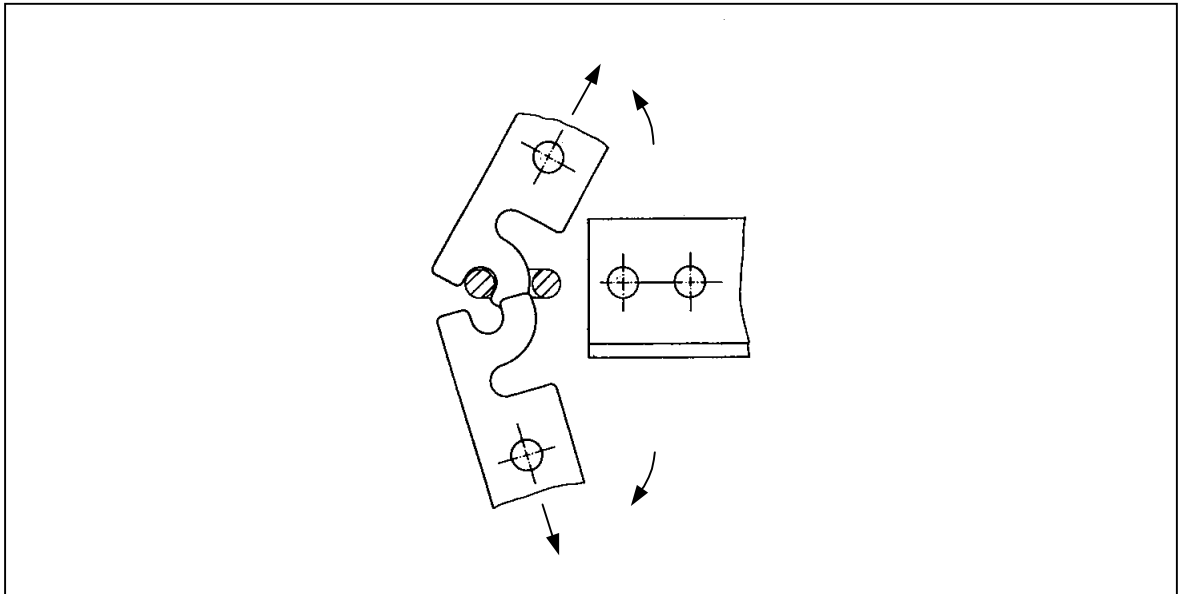

Bild 4
3. Mitnehmer gegenseitig aus dem Kettenglied ausschwenken. (Bild 4)